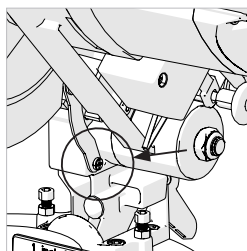

Fig. 28
- Relâchez le levier de carter de protection bas en retirant et en rangeant sa vis pivot. **(Fig. 28)**